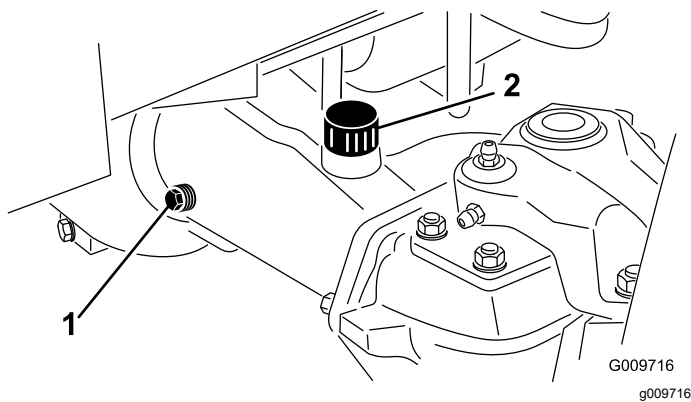

Figura 109
2. Retire un tapón de verificación de un extremo del eje (Figura 109) y asegúrese de que el aceite llega al borde inferior del orificio. Si el nivel es bajo, retire el tapón de llenado (Figura 109) y añada suficiente aceite para que el nivel llegue al borde inferior de los orificios de los tapones de verificación.